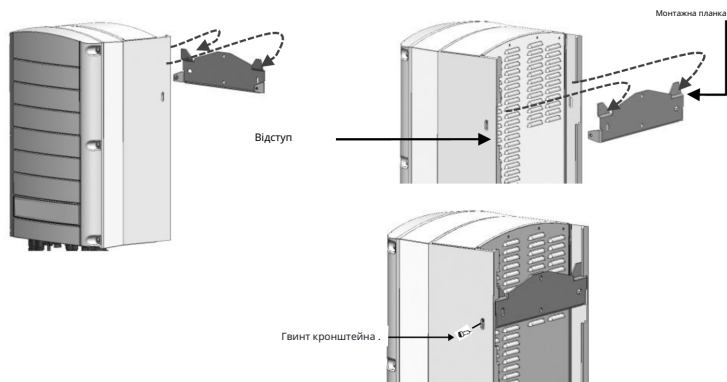

Рисунок 10: Підвішування інвертора на кронштейн
- Переконайтеся, що плоский край кронштейна знаходиться знизу, як показано на Рисунок 10.
5. Підвісьте інвертор на кронштейн (див. Рисунок 10): Підніміть інвертор з боків або тримайте його зверху та знизу інвертора, щоб підняти пристрій на місце. Не піднімайте тримаючи блок з'єднання DC Safety Unit, оскільки він може бути пошкоджений.
9. Вставте два надані гвинти через зовнішній ребро радіатора з обох боків інвертора та в кронштейн (див. Рисунок 10). Затягніть гвинти з моментом затягування 4,0 Н*м / 2,9 фунт*фут.